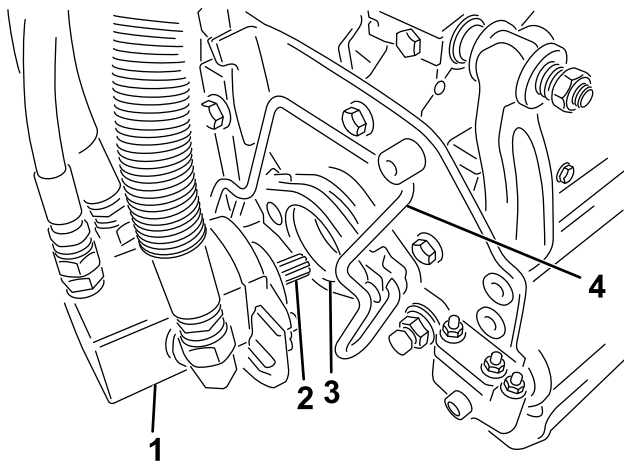

Figure 49
5. Enduisez de graisse propre l'arbre cannelé du moteur de l'unité de coupe (Figure 49).
6. Insérez le moteur dans le côté gauche de l'unité de coupe (vu de la position de l'utilisateur) et tirez la barre de retenue du moteur située sur l'unité de coupe vers le moteur jusqu'à ce que vous entendiez un déclic des deux côtés du moteur (Figure 49).